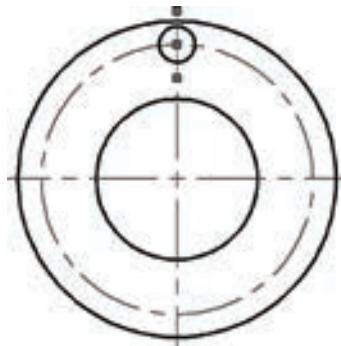

图 4-40 添加中心线
(5) 添加中心线 在“图层特性管理器”下拉列表中选择“中心线层”图层，将图层置为当前。单击“绘图”工具栏中的“直线”按钮 $\text{直线}$ ，捕捉适当点绘制中心线，绘制结果如图 4-40 所示。